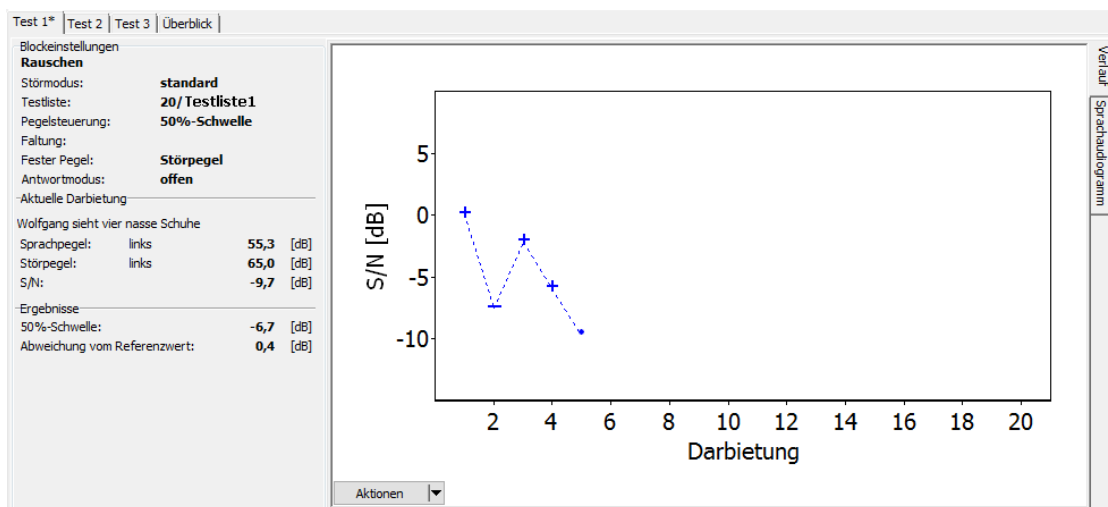

Abbildung 20: Verlaufdarstellung des mittleren Bereichs des Messdialogs
- **Bemerkung:** Es erscheint ein Eingabedialog (Abbildung 21). Hier können Sie eine Bemerkung zur entsprechenden Testliste eingeben, die innerhalb des jeweiligen Diagramms angezeigt wird (siehe Beispiel in Abbildung 20).
Siehe Abbildung 20. Bei dieser Darstellung wird der Verlauf eines der Messparameter (je nach Messprofil) während der Darbietungen angezeigt. Die Symbole der einzelnen Darbietungen haben dabei je nach Messprofil folgende Bedeutung:
Im zusätzlichen Blattregister „Überblick“ (siehe Abbildung 20) werden die Ergebnisse aller Testlisten innerhalb einer Messung zusammen dargestellt. Wenn Sie mehrere Testlisten innerhalb einer Messung gemessen haben, dann wird dort jeweils auch die Differenz zum Ergebnis der sog. Referenz-Testliste angezeigt (siehe auch 4.3.2).